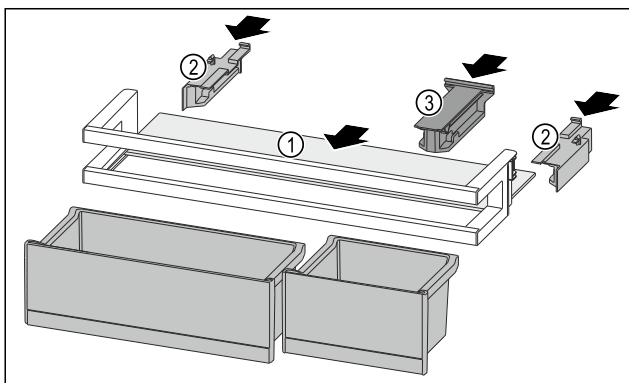

Fig. 231
- ▶ Всуньте полицю Fig. 231 (1) в бокові пази.
- ▶ Вставте бічні елементи Fig. 231 (2).
- ▶ Вставте кріпильний елемент Fig. 231 (3).